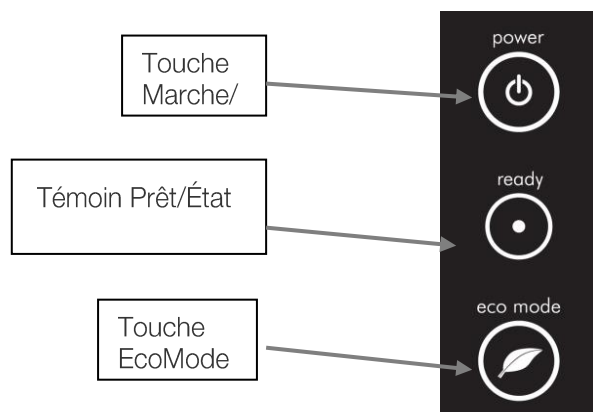

Figure 1 : Interface utilisateur
- Allumez la machine en appuyant sur la touche "Marche/arrêt" sur le devant'. Voir la Figure 1.